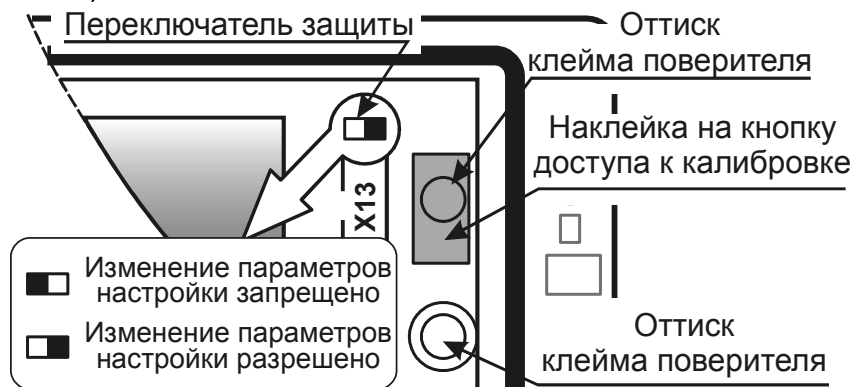

Рис. 2.2 – Места пломбирования поверителем
**Защита калибровочных коэффициентов** выполняется наклеиванием самоклеющейся этикетки на кнопку доступа к калибровке и нанесением оттиска клейма поверителя (рис. 2.2).
**Защита от внесения изменений в электронный модуль** вычислителя выполняется нанесением оттиска клейма поверителя на мастике в чашке (рис. 2.2).
**Защита настроечных параметров** выполняется переводом переключателя защиты в левое положение (рис. 2.2) и пломбированием вычислителя пломбой инспектора теплоснабжающей организации (рис 2.3).
- установить переключатель защиты в правое положение (см. рис. 2.2);